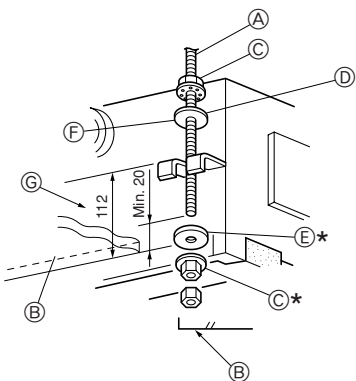
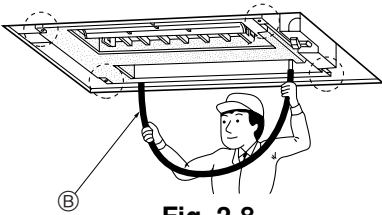

Fig. 2-7
Fig. 2-8
- 事先将垫圈② (提供的) 和螺母 (在当地购买的) 拧到挂环螺栓上。(Fig. 2-7)
- 按以下顺序完成此步骤 (从顶部开始): 螺母、绝缘垫圈 ②、非绝缘垫圈 ① 和两个螺母。
- 如图所示, 使绝缘面向下放置绝缘垫圈 ②。
- 将室内机组安装到位, 并使其正好与挂环螺栓对齐。将支架安装到已经事先安装的垫圈 ① 和垫圈 ② 之间, 并固定。在四个位置进行相同的步骤。
- D 垫圈② (带绝缘片)
- E 垫圈①
- 使用酒精水准器或装有水的透明塑料管子检查四角是否处于水平位置。(Fig. 2-8)